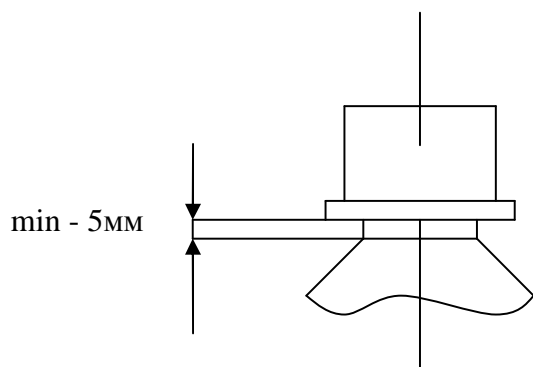

рис. 4.2.
- от юбки начала корпусной части бутылки, должно быть не менее 5мм (рис.4.2).